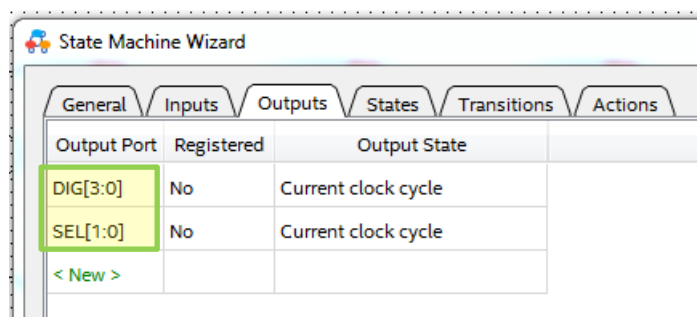

Рис. 17 Задание выходных сигналов конечного автомата
4.5. На вкладке **Outputs** кликните левой кнопкой мыши по надписи «**New**» в колонке **Output Port** и введите имена сигналов **DIG[3:0]** и **SEL[1:0]** (рис. 17).